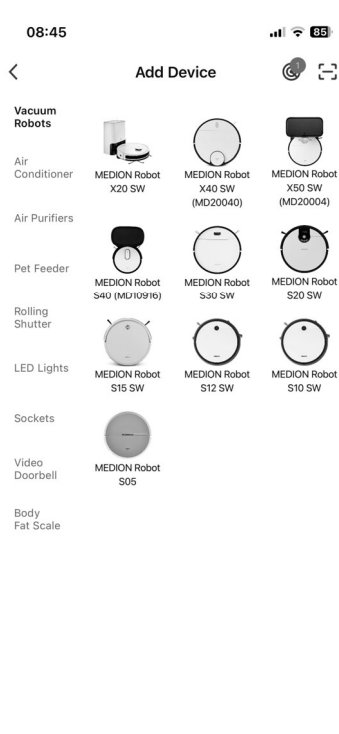

fig. 2
- ▶ Selezionare il modello **S05** corretto dall'elenco generale (vedere la fig. 2).